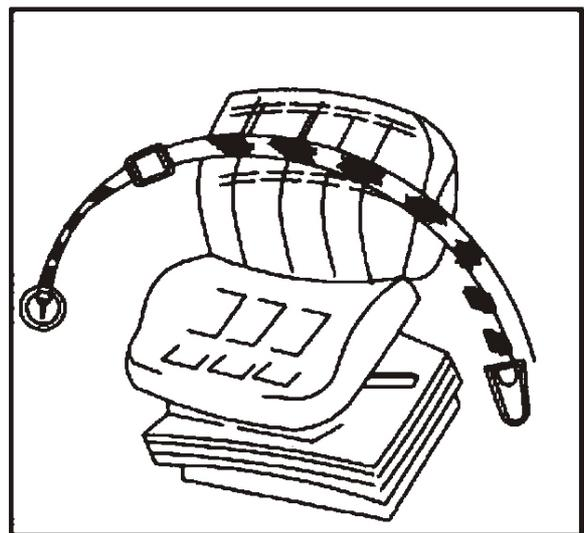

Fig. 2-2
Se tiver cinto de segurança, use-o sempre bem ajustado, excepto quando estiver a trabalhar com o aro de segurança rebatido ou se o aro de segurança tiver sido removido (Fig. 2-2)
- Verifique se o assento tem danos. Um assento danificado deve ser substituído (Fig. 2-2).
**IMPORTANTE:** Para o manter, a si e aos outros, em segurança, o seu trator deve estar equipado com: cinto de segurança. Deve estar sempre montado na posição de proteção (Fig.2-2). É recomendado um cinto de segurança de acordo com os requisitos da legislação do respetivo mercado, quando o aro de segurança está levantado. Proteção TDF tratores.